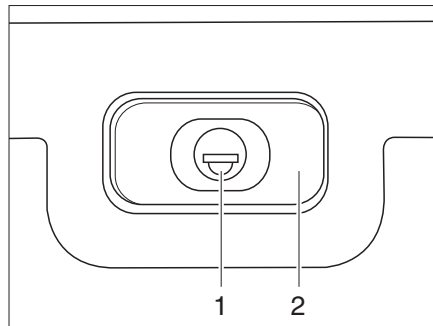

Fig. 28 Serrure du portillon, rectangulaire, fermée
- Insérer la clé dans le barillet (Fig. 28,1) et la tourner d'un quart de tour. La poignée de la serrure (Fig. 28,2) ressort.